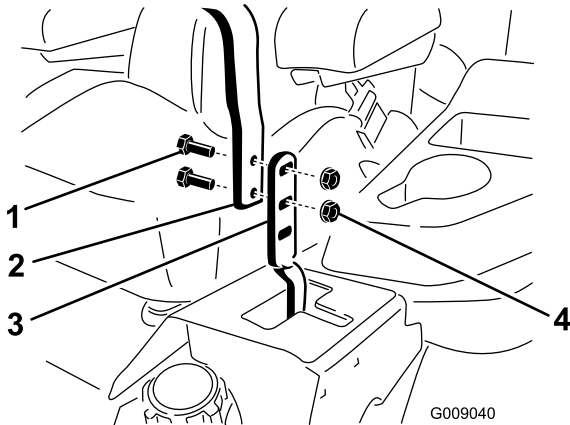

Figura 83
3. Afloje los pernos y las tuercas con arandela prensada de las palancas (Figura 83).